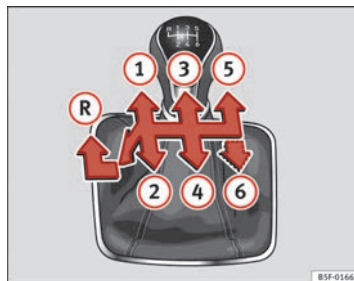

Abb. 93 Schaltschema bei einem 5-Gang bzw. 6-Gang Schaltgetriebe
Auf dem Schalthebel sind die Positionen der einzelnen Fahrgänge dargestellt ⇒ Abb. 93.
- Schalthebel ganz nach links und dann nach vorne schieben, um den Rückwärtsgang ⇒ Abb. 93  einzulegen.